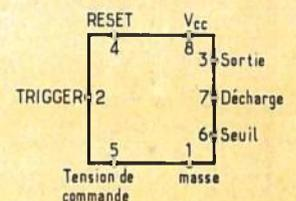
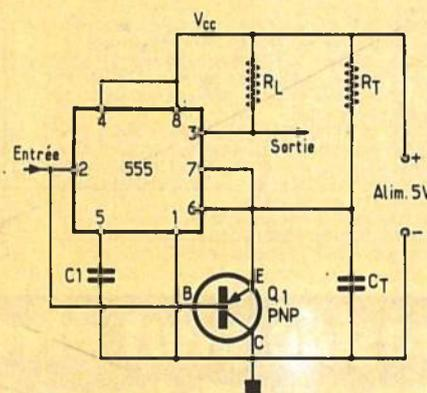
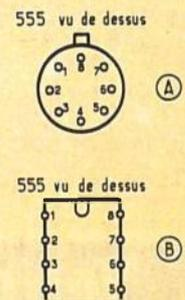

Figure 3
Figure 2
Figure 4
On utilise dans le montage de la **figure 2**, en plus du CI, un transistor PNP, Q_1 deux condensateurs et deux résistances. Leur valeurs sont : $C_1 = 10 \text{ nF}$, $C_T = 0,1 \text{ } \mu\text{F}$, $R_T = 1 \text{ k}\Omega$ à $20 \text{ k}\Omega$ valeur non critique, $R_T = 1 \text{ k}\Omega$. Le transistor sera par exemple un 2 N 4403 ou équivalent, obligatoirement du type PNP.
Le signal à surveiller est appliqué à l'entrée point 2 du CI. Comme il existe plusieurs présentations de boîtiers de 555, nous indiquons à la **figure 3** les significations des points de branchement correspondant au montage proposé qui peut être le boîtier cylindrique à 8 fils (voir **figure 4 (A)**) et le boîtier rectangulaire à 8 broches (voir **figure 4 (B)**). Les brochages des **figures 2** et **3** sont les mêmes avec les deux types de boîtiers.
Le montage de la **figure 2** est celui d'un multivibrateur monostable.
Un diviseur plus simple à un seul 555 peut être réalisé avec le montage monostable de la **figure 2** qui fonctionne de la manière suivante : l'intervalle de temporisation $T = 1,1 R_T C_T$ doit être ajusté en rendant R_T variable. Tant que T est supérieure à la période du signal à la fréquence f_s , appliqué à l'entrée point 2, seules les impulsions d'entrée écartées d'une durée supérieure à $1,1 R_T C_T$ produiront une impulsion à la sortie.